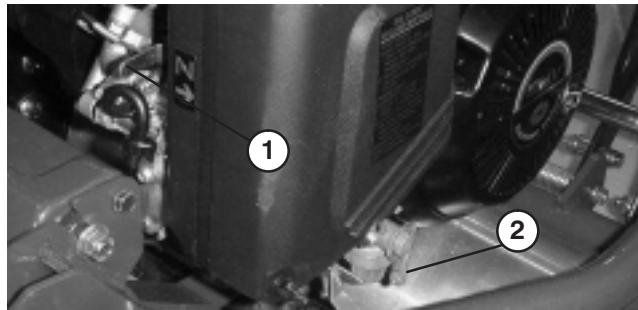

Figure 24
La manette de starter (Fig. 24) se trouve à l'avant gauche du moteur et comporte deux positions : marche et starter. Placez la manette en position Starter pour démarrer à froid. Ramenez la manette en positon Marche lorsque le moteur démarre.
Le robinet d'arrivée de carburant (Fig. 24) est situé à l'avant gauche du moteur et comporte deux positions : fermé et ouvert. Placez le levier en position Fermé pour remiser ou transporter la machine. Ouvrez le robinet avant de mettre le moteur en marche.
2. Ouvrez le robinet d'arrivée d'essence sur le moteur (Fig. 24).
5. Réglez la manette de starter (Fig. 24) à mi-course pour démarrer le moteur à froid. Le starter n'est pas toujours nécessaire pour démarrer un moteur chaud.